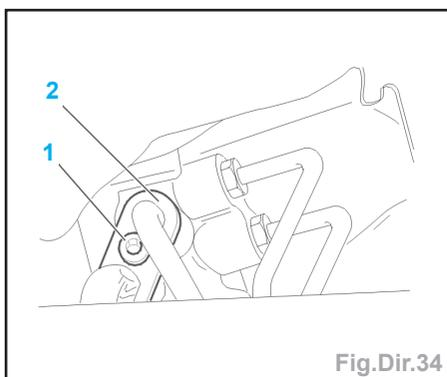

Fig.Dir.34
- la vis (**1**) et la bride (**2**) (Fig.Dir.34).